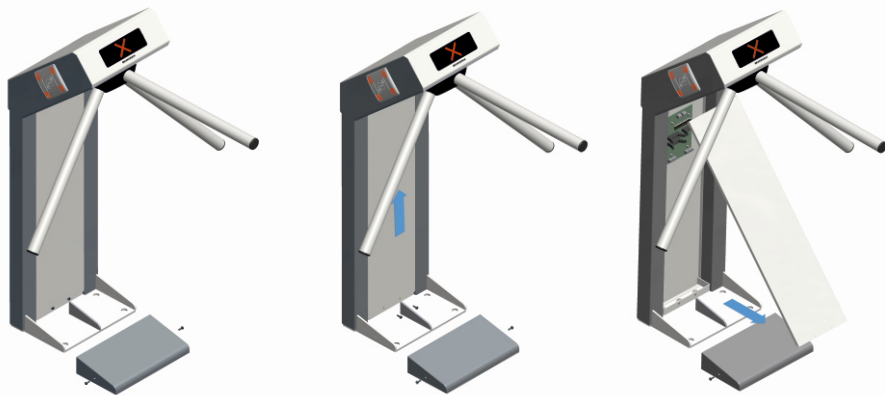

Рисунок 7. Разборка кожухов турникета
- 1 Сначала снять нижний, а затем боковой кожух (рис. 7).